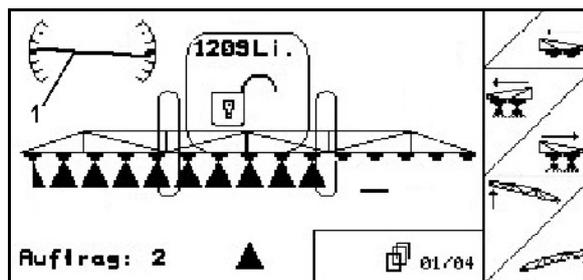

Fig. 97
- Le symbole de la correction d'assiette (Fig. 97/1) affiche l'inclinaison de la rampe retenue. Ici, le côté gauche de la rampe de pulvérisation est relevé.